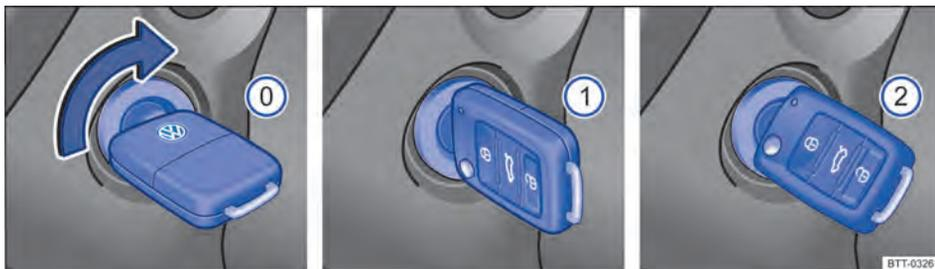

Fig. 140 Posições da chave do veículo no cilindro da ignição.
Posições da chave do veículo ⇒ Fig. 140
3.	Somente veículos com motor a diesel: para o pré-incandescência, girar a chave do veículo no cilindro da ignição para a posição ⇒ Fig. 140 ①. A luz de controle se acende no instrumento combinado.
5.	Quando o motor começar a funcionar, soltar a chave do veículo no cilindro da ignição. Ao soltar, a chave do veículo retorna à posição ⇒ Fig. 140 ①.